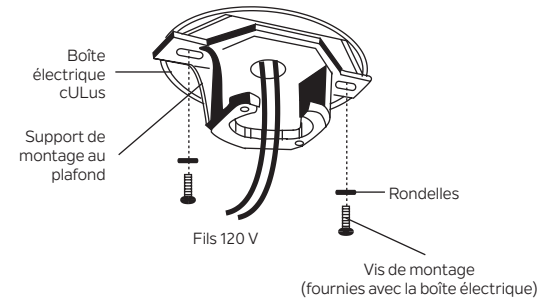

Fig. 6
Étape 3. Faites passer les fils d'alimentation de 120 volts du boîtier de sortie au plafond par le centre du support de montage au plafond. (Fig. 6)
Étape 4. Installez le support de montage sur le boîtier de sortie au plafond à l'aide des vis et rondelles fournies avec le boîtier de sortie. (Fig. 6)